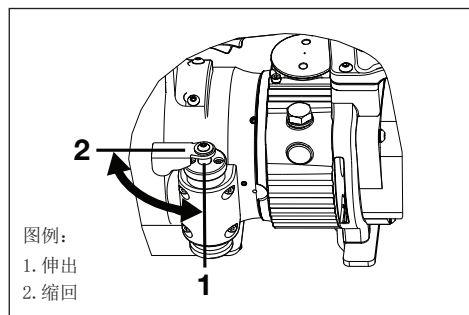

图 4，方向调节杆位置
方向调节杆位于工具的左侧。该杆的位置将决定切断机工作时柱塞的行程方向。参见图 4。
6. 确保方向调节处于伸出位置。参见图 4。
9. 将方向调节杆移动至缩回位置。参见图 4。